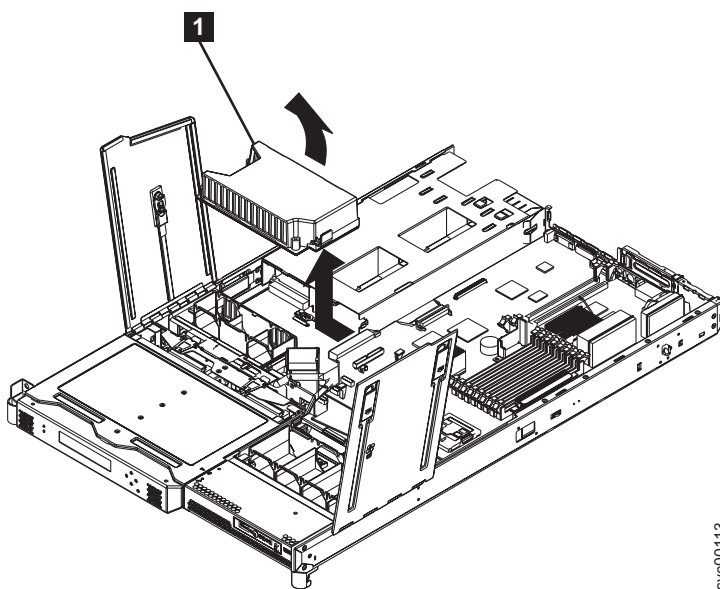

図 52. 電源バックプレーンの取り外し
6. 電源バックプレーンを左方にスライドし、システム・ボードから切り離します。図 52 を参照してください。